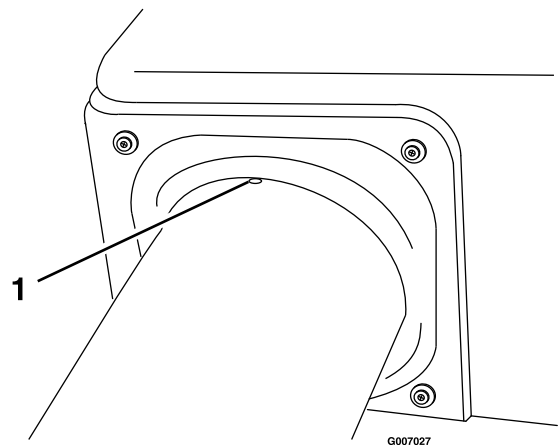

Figure 18
7. Alignez la dépression sur le tube supérieur sur l'extrémité du joint de la trémie, et centrez-la entre les 2 vis (Figure 18).